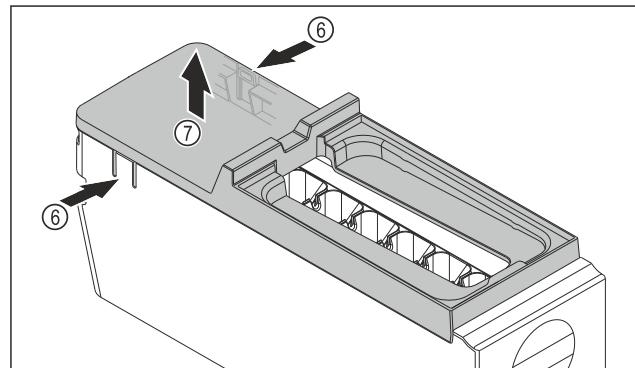

Fig. 137
- Odstráňte kryt korpusu EasyTwist-Ice: strmene Fig. 137 (6) na oboch stranach korpusu EasyTwist-Ice zatlačte rukou.
- Kryt Fig. 137 (7) odoberte druhou rukou smerom nahor.